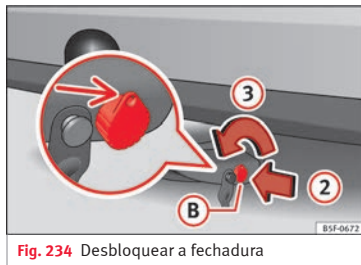

Fig. 234 Desbloquear a fechadura
- Introduza a chave (B) na fechadura no sentido da seta 2 » Fig. 234.